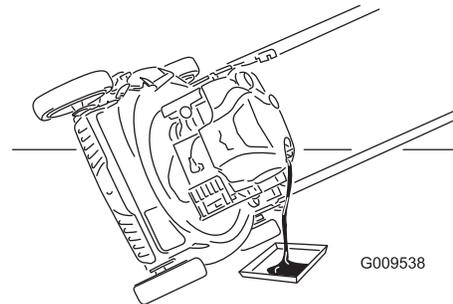

Figure 25
3. Inclinez la machine sur le côté (filtre à air en haut) pour vidanger l'huile usagée par le goulot de remplissage (Figure 25).